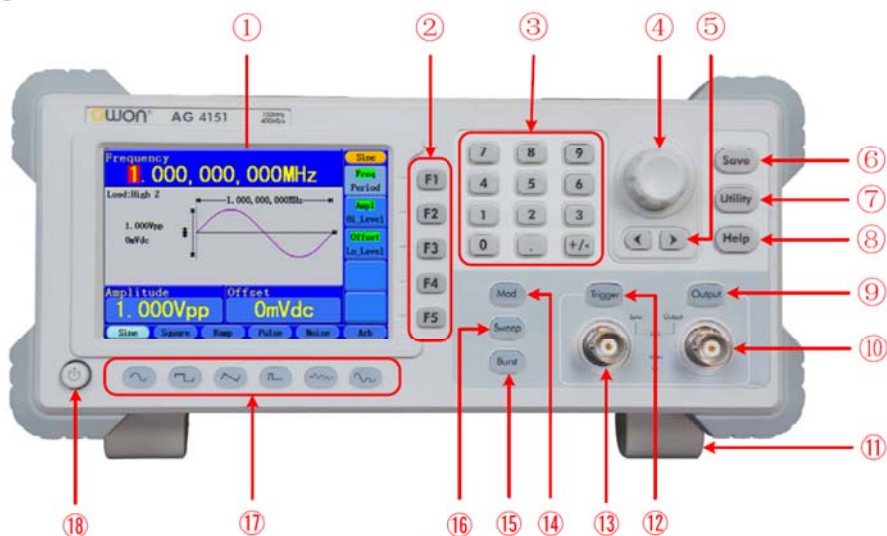

Рисунок 4-1. Передняя панель
Для наклона передней панели прибора установите откидные ножки прибора в положение, показанное на рис. 4-1 поз. ⑩.